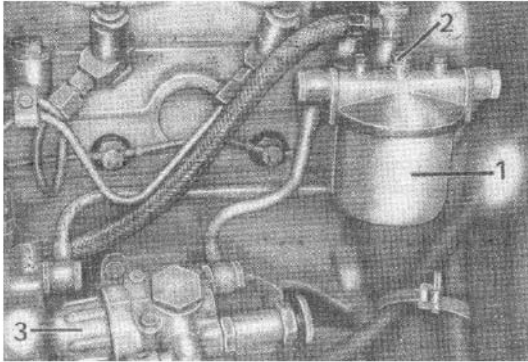

Bild 54
Die Wartung des Kraftstofffilters (Bild 54/1) beschränkt sich im Wesentlichen auf das Auswechseln des Papierfiltereinsatzes alle 10.000 km und das Säubern des Filtertopfes. Die Reinigung wird wie folgt vorgenommen:
1. Die Sechskantschraube (Bild 54/2) herausschrauben und den Filtertopf abnehmen. Dabei auf den Dichtring achten.
Der Siebfilter in der Kappe (Bild 54/3) der Kraftstoff Förderpumpe ist alle 10.000 km zu reinigen. Die Reinigung wird wie folgt vorgenommen: